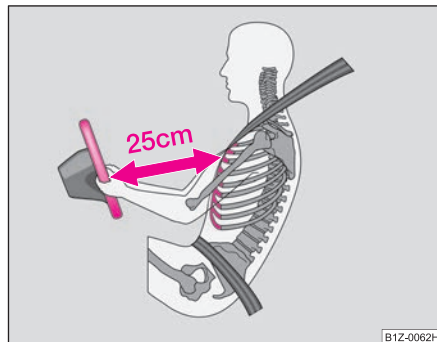

Fig. 116 Distancia de seguridad con respecto al volante
- Es importante que el conductor y el acompañante mantengan una distancia mínima de 25 cm con respecto al volante o al tablero de instrumentos ⇒ **fig. 116**. Si no respeta la distancia mínima, el sistema de airbag no podrá protegerle - ¡Peligro de muerte! Además, los asientos delanteros y los reposacabezas siempre deben estar correctamente ajustados a la estatura del ocupante.